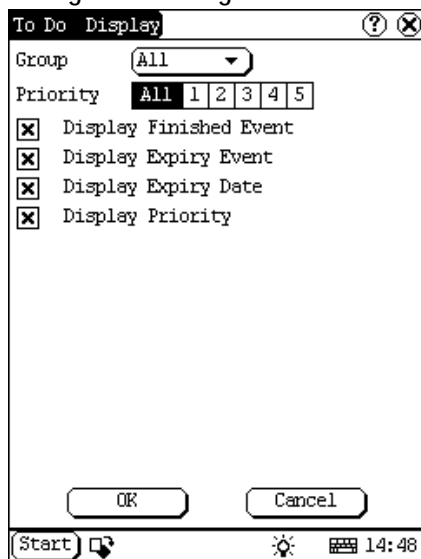

Abb. 4-27
- 5) Klicken Sie auf das Feld von jeder Funktion rechts. Wenn 'X' in dem Feld angezeigt wird, ist die Funktion aktiviert. (Siehe Abb. 4-27)